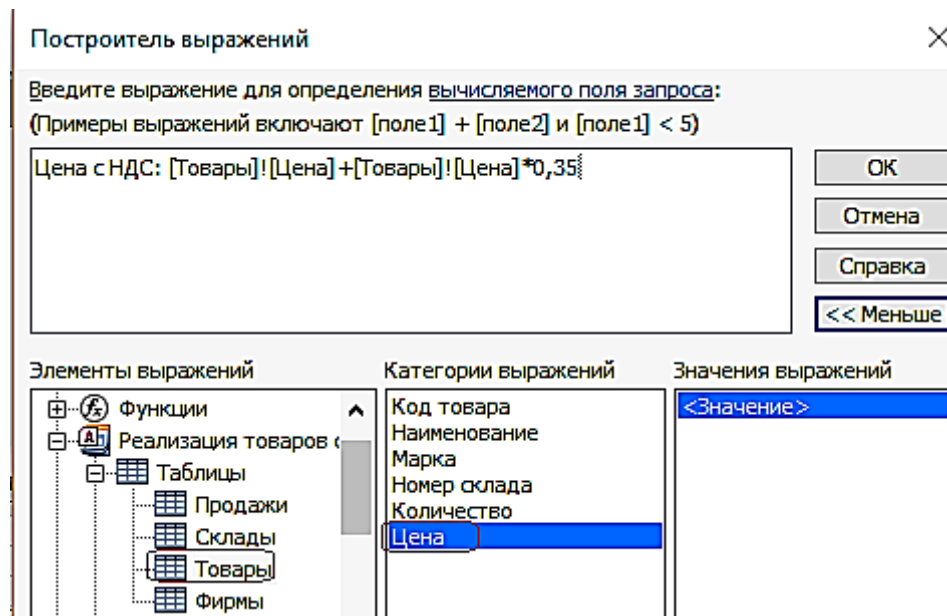

Рис. 2.8. Построитель выражений
1. Создайте в режиме конструктора запрос на выборку для таблицы «Товары». Перетащите в бланк запроса поля **Наименование, Марка, Номер склада, Количество, Цена** (рис. 2.8).
4. В левой верхней части окна **Построитель выражений** (см. рис. 2.8) выберите свою базу данных «Реализация товаров со складов», далее выберите таблицу «**Товары**», на которой построен запрос. Справа отобразится список её полей. Последовательно выбирайте нужные поля и операторы, двойным щелчком